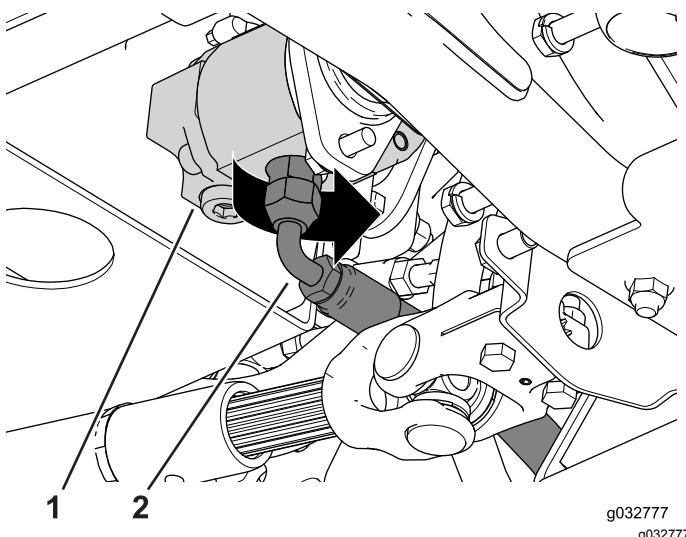

Рисунок 122
3. Совместите отверстия под болты, чтобы установить, не затягивая, болты и разделители с правой стороны машины (Рисунок 122).
2. Ослабьте штуцер шланга подачи, подсоединеный к шестеренчатому насосу, и поверните шланг подачи в направлении правой стороны машины (Рисунок 122).